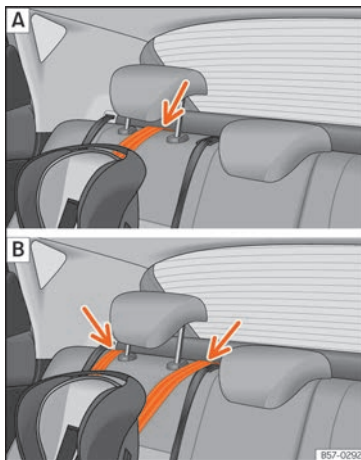

Fig. 26 Banquettes arrière : réglage et montage en fonction de la ceinture Top Tether.
- Placez la courroie sous l'appuie-tête du siège avant »» **fig. 26** (en fonction des instructions du siège, relevez ou retirez l'appuie-tête si nécessaire).